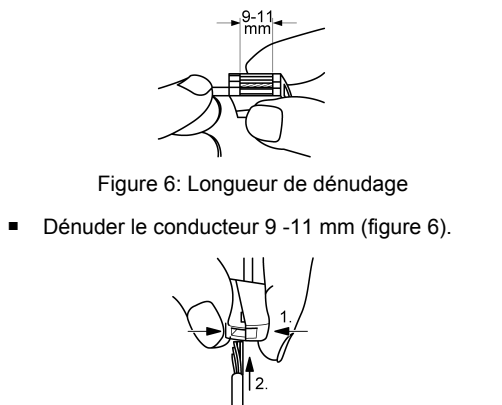

Figure 6: Longueur de dénudage
- Dénuder le conducteur 9 -11 mm (figure 6).